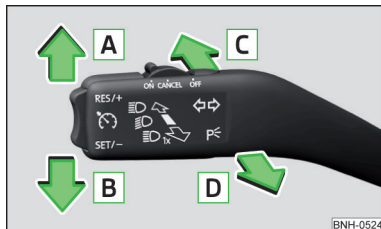

Abb. 40
- Den Blinkerhebel (» Abb. 40 auf Seite 61) zum Lenkrad ziehen, nach unten schieben und in dieser Stellung halten.
- Den Blinkerhebel (» Abb. 40 auf Seite 61) zum Lenkrad ziehen, nach oben schieben und in dieser Stellung halten.
### Bedienungshebelstellungen » Abb. 40